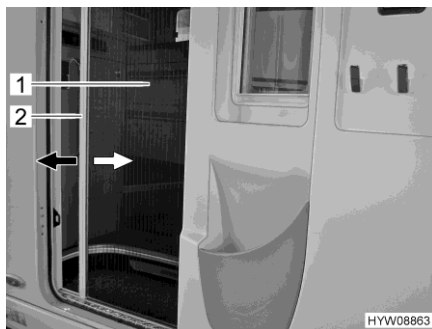

Fig. 56 Protezione contro gli insetti (porta di ingresso)
- Afferrare la barra di presa (Fig. 56,2) con entrambe le mani ed estrarre con movimento uniforme la protezione contro gli insetti (Fig. 56,1) dall'alloggiamento della porta.
- Afferrare la barra di presa (Fig. 56,2) con entrambe le mani e spingere la protezione contro gli insetti (Fig. 56,1) nell'alloggiamento della porta esercitando una leggera pressione.